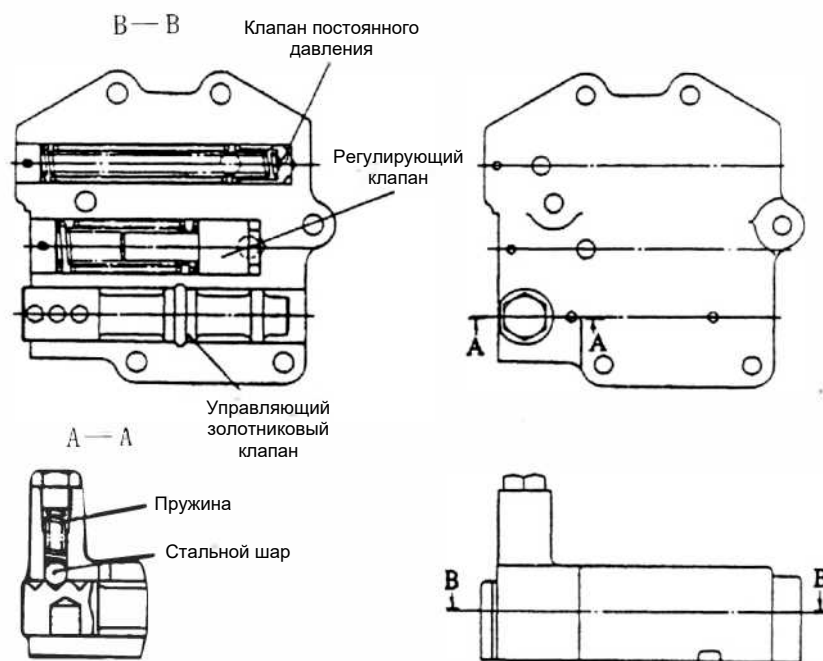

Рис. 4-4. Распределительный клапан
4.4.1 Распределительный клапан установлен внутри крышки корпуса коробки передач. Распределительный клапан состоит из трех частей: управляющего золотникового клапана, клапана постоянного давления и регулирующего клапана (рис. 4-4).